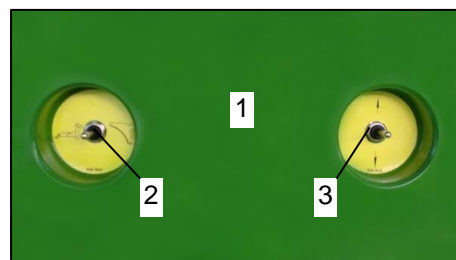

Bild 15: Maschinenseitige Steuerung
Zur einfachen Handhabung ist seitlich am Maschinenrahmen eine Steuerung zur Betätigung der Deichsel (Bild 15) und des Schneidwerks (hierzu siehe Abschnitt „Schneidwerk“) angebracht. Hiermit kann komfortabel die Deichsel angehoben und abgesenkt werden.
- Um den Freiraum unter der Maschine zu vergrößern / die Zugeinrichtung anzuheben, muss wie folgt vorgegangen werden: Den linken Schalter (Bild 15 / Pos. 2) nach links halten (Deichsel) und den rechten Schalter (Pos. 3) solange nach oben ziehen (Pfeil nach oben) bis die Maschine die gewünschte Höhe hat.